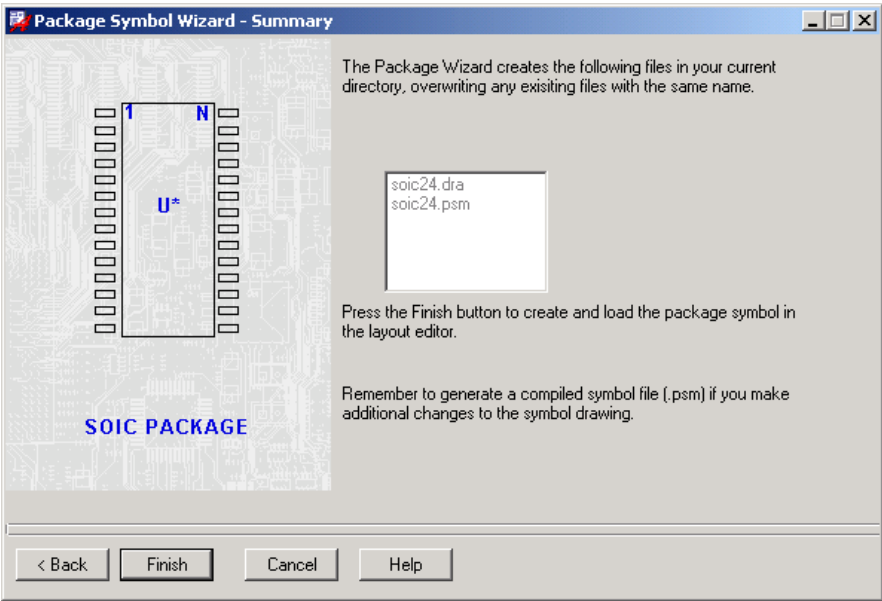

图 6-23 确定参数设定
8) 确定设置完成，此时界面积出现如图 6-23 所示的对话框，提醒设计者所有步骤已完成，如无误可单击 **Finish** 按钮完成设置过程，如果要修改前面的设置可单击 **< Back** 按钮重新设置参数。